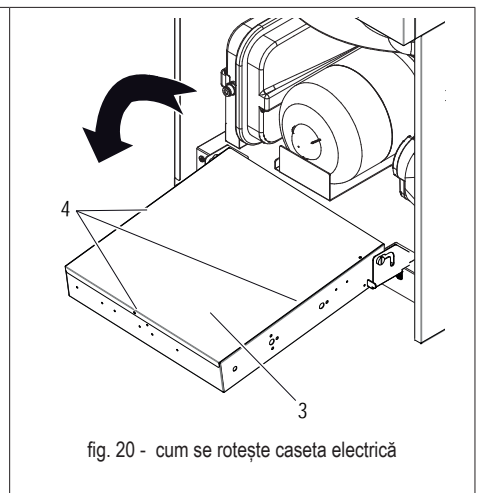

fig. 20 - cum se rotește caseta electrică
- B** Placa electronică hidronică (fig. 20)
- C** Termostat de siguranță pentru rezistență electrică monofazată (TBH) rezervor ACM cu buton de resetare manuală (part. C1 fig. 20)
- D** Termostat de siguranță pentru sistem de încălzire electrică monofazată (IBH) cu buton de resetare manuală (part. D1 fig. 20)